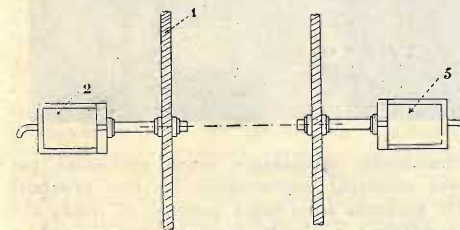

Fig. 1. — Controllo fotoelettrico del fumo. — 1) Pareti del camino; 2) sorgente luminosa; 3) Apparecchio contenente il dispositivo cellula-amplificatore.
Fig. 1. - 1. Apparecchio di ripresa; 2. Sensibilizzazione; 3. Camera di asciugatura; 4. Tubo flessibile; 5. All'apparecchio di trasmissione; 6. Lampada ad arco; 7. Cellula di Kerr; 8. Sviluppo della pellicola; 9. Lavaggio dopo il fissaggio; 10. Lavaggio dopo lo sviluppo; 11. Riscaldamento; 12. Fissaggio; 13. Eliminazione dell'emulsione; 14. Termostato.
**IL RENODO.** — Questa valvola destinata per la ricezione radiofonica è basata su un principio del tutto nuovo e differisce completamente dalla valvola termoionica, come viene comunemente usata. Essa è stata progettata dallo scandinavo A. Schlemann Jensen della Skandinavisk Rorfabrik. Essa è costruita nel modo seguente. L'emissione è ottenuta a mezzo di un catodo C (fig. 1) il quale è circondato da uno schermo metallico con un foro, longitudinale parallelo al catodo (Sc.). Accanto a questo è posto un anodo ausiliario (A') il quale ha un foro corrispondente a quello dello schermo. All'altra estremità del bulbo è posto l'anodo della valvola (A) e fra questo e l'anodo ausiliario sono poste due placchette deviatrici (P, P').